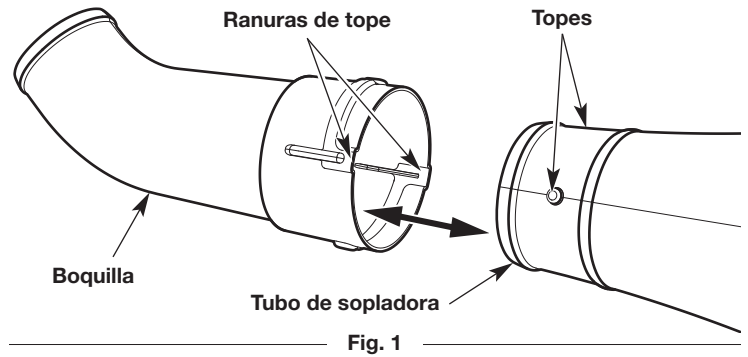

Fig. 1
1. Alinee las ranuras de tope del interior de la boquilla con los topes del tubo de la sopladora (Fig. 1). Empuje la boquilla hacia el tubo de la sopladora.